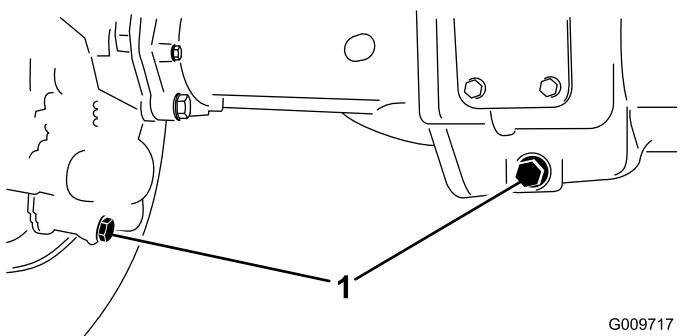

図 85
2. ドレンプラグそれぞれの端部に1本ずつ、中央に1本全部で3本の周囲をきれいにする図 85。